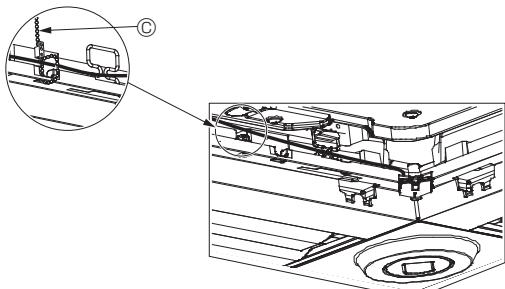

Fig. 10-12
- Зафиксируйте провода датчика i-See и приемника сигнала на панели с помощью зажима, как показано на схеме, чтобы провода не провисали, после чего отрежьте лишнюю часть зажима. (Fig. 10-12)
- Если положение датчика i-See было изменено с “○” (E) на положение “□” (F), измените настройки функции. (См. стр. 198.)